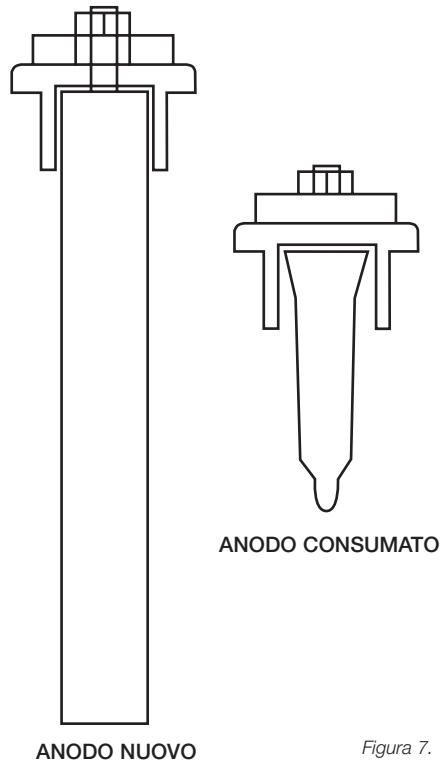

Figura 7.
- 5- L'anodo di magnesio del serbatoio dell'acqua deve essere controllato ogni due anni e sostituito alla scadenza. Consultare la figura 7 su come sostituire il gambo dell'anodo. Assicurarsi di aprire ogni tanto la valvola di scarico del serbatoio d'acqua per pulire l'accumulo di sedimenti attraverso il filtro.